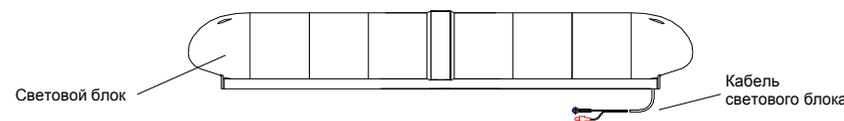

Рисунок 1.1 - Общий вид СП «Рубин 3М»
1.1. Рекомендуемая схема подключения приведена на рис. 1.1,